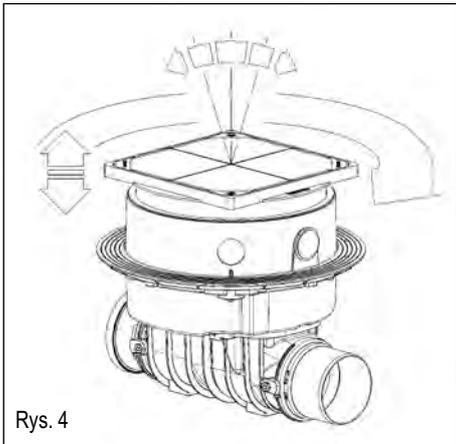

Rys. 2
B. Otwarte całkowicie zamykanie robocze i awaryjne (ustawienie zamknięcia, rys. 2).
W celu podłączenia przewodów elektrycznych sondy i silnika napędowego należy przewidzieć rurę ochronną do przeprowadzenia kabli (min. DN 50, KESSEL zaleca kolanka 2 x 45°) do maksymalnej wysokości podłogi gotowej (patrz rys. 2) i wprowadzenie ich do przelotu kablowego w przedłużce KESSEL Staufix FKA. Załączoną profilowaną uszczelkę wargową włożyć w rowek elementu pośredniego i